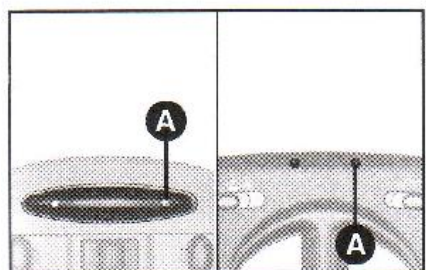

fig. 5
- colocar a chave de ignição em **MAR** e pressionar o botão **A-fig. 5** da luz interna dianteira duas vezes em um intervalo de tempo inferior a 2 segundos. Para que o sistema volte a funcionar normalmente, realizar novamente o mesmo procedimento.
Uma vez que o alarme eletrônico absorve energia, se for prevista a não utilização do veículo por mais de um mês, para não descarregar a bateria, recomenda-se desligá-lo com o controle remoto e desativar o sistema apertando o botão A-fig. 5 por duas vezes em um intervalo de tempo inferior a 2 segundos.